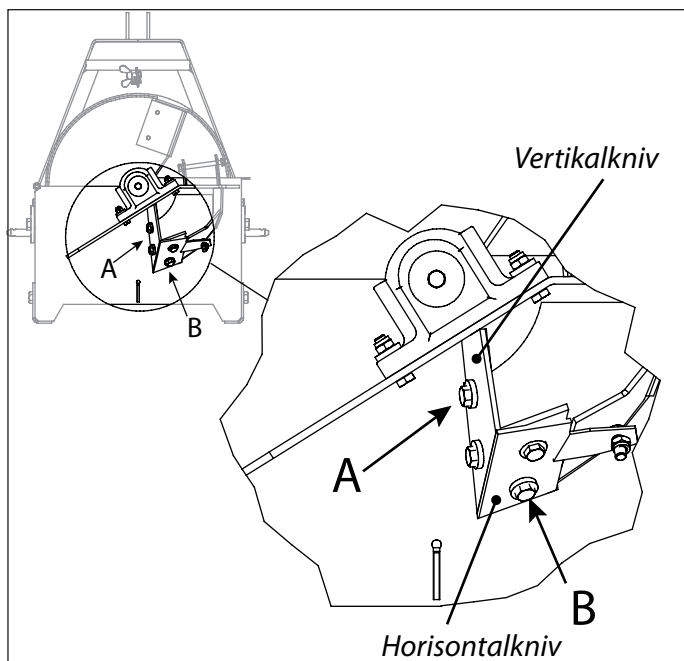

Bild 16. Motknivarnas fästskruvar
I flistuggen finns en vertikal och en horisontal mot-kniv. Lossa fästskruvarna M12 (A) och (B) vid motknivarnas borttagning. Fästskruvarna för horisontalkniven (B) finns under matningsöppningen. Bild 16.